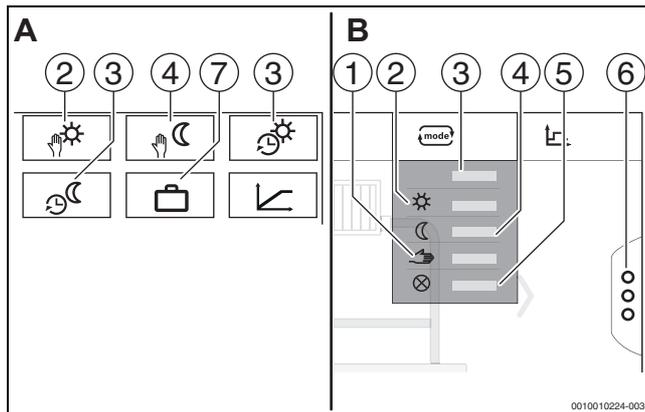
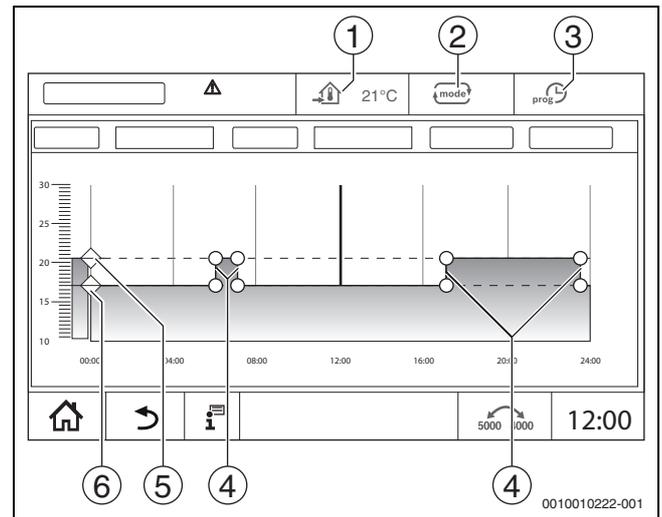

Fig. 37 Aperçus des modes de service
Fig. 38 Modification de Mode réduit automatique dans le programme horaire
Des températures et critères de commutation peuvent être personnalisés pour les modes de service (→ fig. 38, [2], page 59) et les extensions de fonctions (→ fig. 37, [6], page 37). Ces réglages peuvent être effectués séparément pour chaque circuit de chauffage et mode de service.
- **Mode chauffage manuel** (→ fig. 37, [2])
- **Mode réduit manuel** (→ fig. 37, [4])
- **Vacances** (→ fig. 37, [7])
Le **Mode chauffage automatique** est prédéfini par les paramètres des menus de service. Les paramètres peuvent être modifiés dans le programme horaire (→ fig. 38, [4], [5], page 59).
Le **Mode réduit automatique** est prédéfini par les paramètres des menus de service. Les paramètres peuvent être modifiés dans le programme horaire (→ fig. 38, [4], [6], page 59).
- ▶ Modifier les températures en décalant les points (→ fig. 38, [5], [6]).